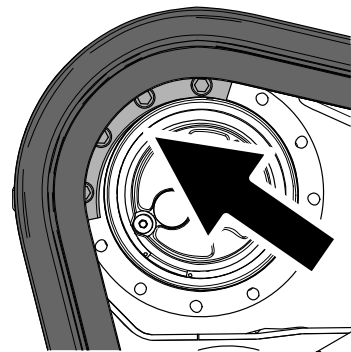

Рисунок 73
- Перемещайте рычаг управления тягой вперед до тех пор, пока сегмент ведущего колеса не войдет в зацепление с гусеницей (Рисунок 73).
- Нанесите резьбовой герметик на болты другого снятого сегмента ведущего колеса и установите этот сегмент (Рисунок 73).